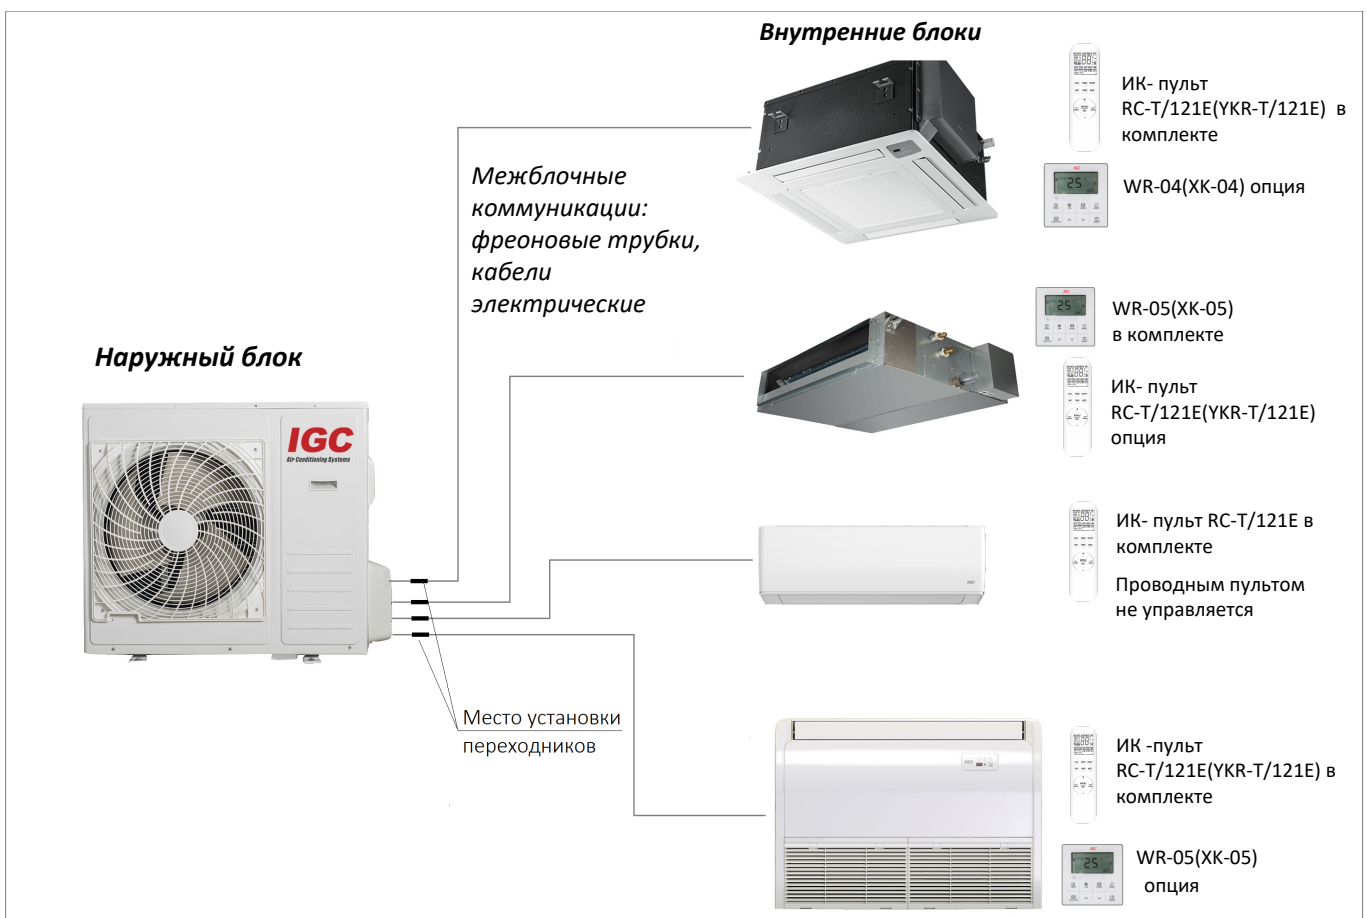

Рисунок 1- Состав мульти сплит-системы
- В состав мульти сплит-системы входит один наружных блок и от одного до пяти внутренних блоков настенного, кассетного, напольно-потолочного или канального типов (см.рис.1).